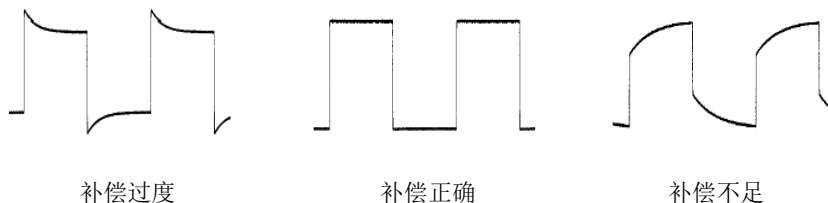

图 1-10 探头补偿
- 检查所显示的波形形状并与图 1-10 所得波形进行对比。
- 使用附件中提供的探头补偿调节棒调整探头上的低频补偿调节孔，直到显示的波形如上图 1-10 所示的“补偿正确”。